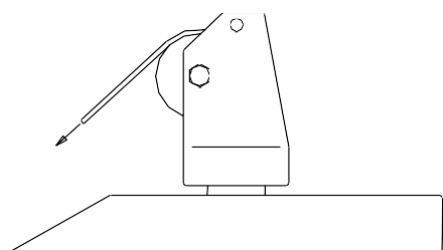

Рис. 4
6. Проведите трос вокруг ведущего шкива (рис. 4).